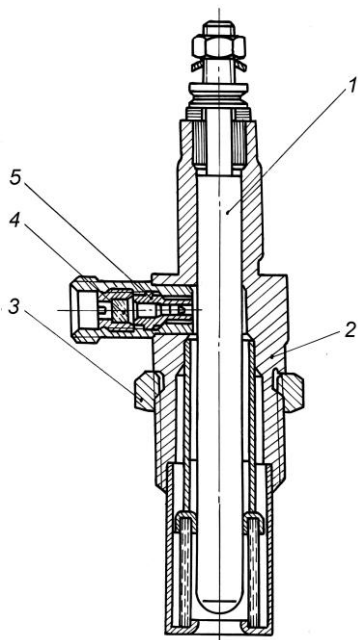

Рис. 88. Факельная штифтовая свеча:
5. Если при проверке изделия удовлетворяют требованиям пунктов 2 и 3, то они должны быть вновь установлены на двигатель. При наличии отклонений по электрическому сопротивлению свечи произвести ее замену. В случае уменьшения пропускной способности свечи вывернуть фильтр 4 (рис. 88), вынуть дозирующую вставку 5, промыть их в неэтилированном бензине или этиловом спирте и продуть сжатым воздухом. Затем установить и вновь проверить пропускную способность свечи.